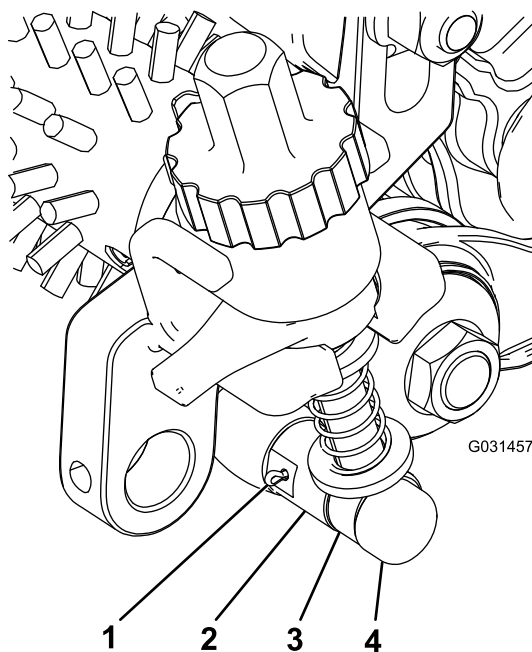

Figura 20
4. Allineate l'asta del gruppo braccio regolatore accanto al gruppo tendicinghia con il collare di regolazione sul gruppo tendicinghia e fissatela con un perno regolatore e una coppiglia (Figura 20).